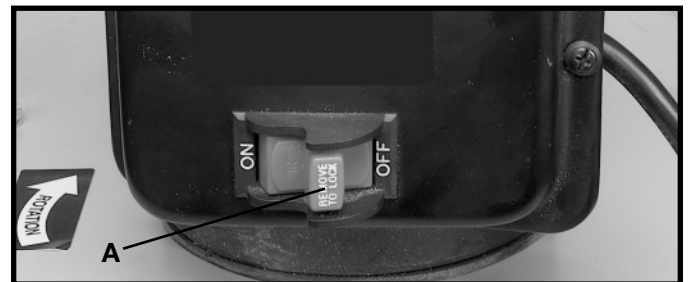

Fig. 19
L'interrupteur marche/arrêt (A) fig. 19, est situé à l'avant de l'appareil. Pour mettre la raboteuse sous tension, déplacer l'interrupteur vers le haut en position de marche. Pour l'éteindre, déplacer l'interrupteur (A) vers le bas en position d'arrêt.